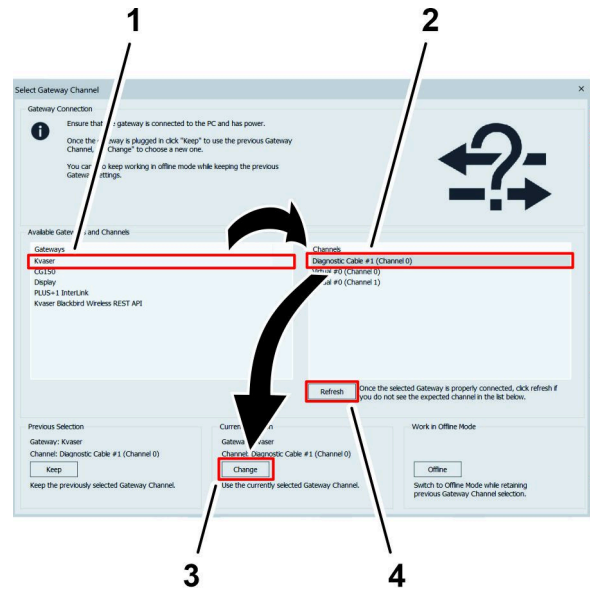

Bild 40
11. Klicken Sie im Menü Channels [Kanäle] auf die Option Diagnostic Cable [Diagnosekabel] (Bild 40).
Hinweis: Wenn im Menü „Channels“ [Kanäle] keine Option für ein Diagnosekabel angezeigt wird, stellen Sie sicher, dass das Toro Diag-Kabel an den USB-Anschluss des Laptops angeschlossen ist, drücken Sie die Schaltfläche Aktualisieren (Bild 40) auf dem Bildschirm Gateway-Kanal auswählen und klicken Sie auf die Option Diagnosekabel.
12. Klicken Sie auf die Schaltfläche ÄNDERN unter der Überschrift Current Selection [Aktuelle Auswahl] (Bild 40).
10. Klicken Sie im Bildschirm Gateway-Kanal auswählen auf die Option Kvaser in der Liste Gateways (Bild 40).